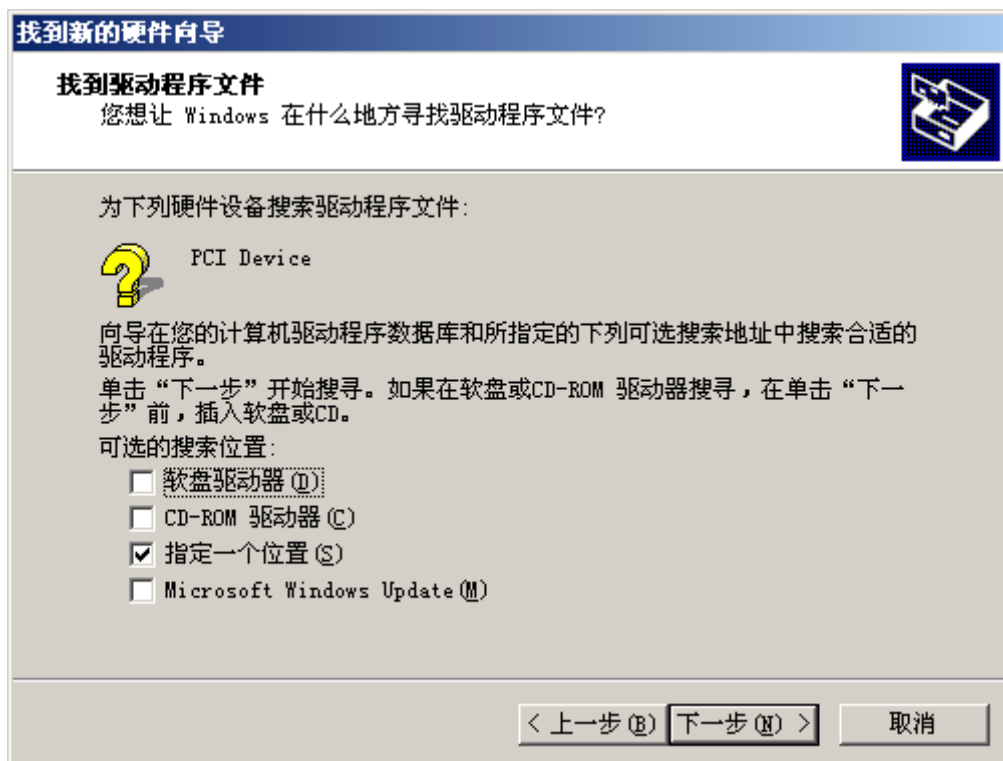

图 5-3 在对话框中选中“指定一个位置”
4. 在图 5-3 所示的搜索位置对话框中选中“指定一个位置”，按“下一步”继续；